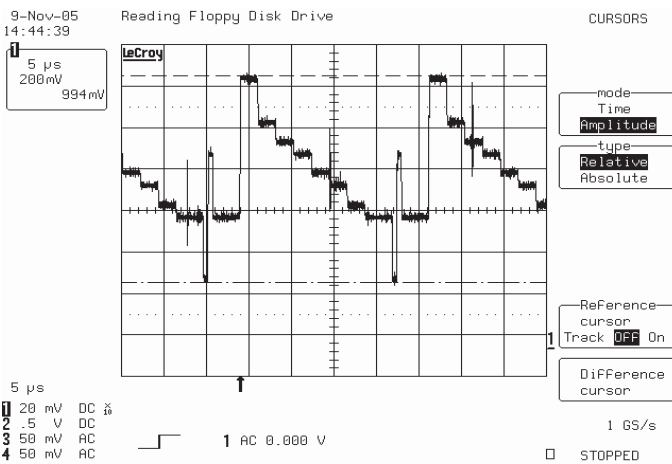

图 17 YPbPr 全彩条信号的 Y 信号波形
3、HDTV (YPbPr) 端子输入全彩条信号，U101 第 J3 脚或者 C141 的任一个脚 (YPbPr---Y 部分) 波形如图 17 所示。